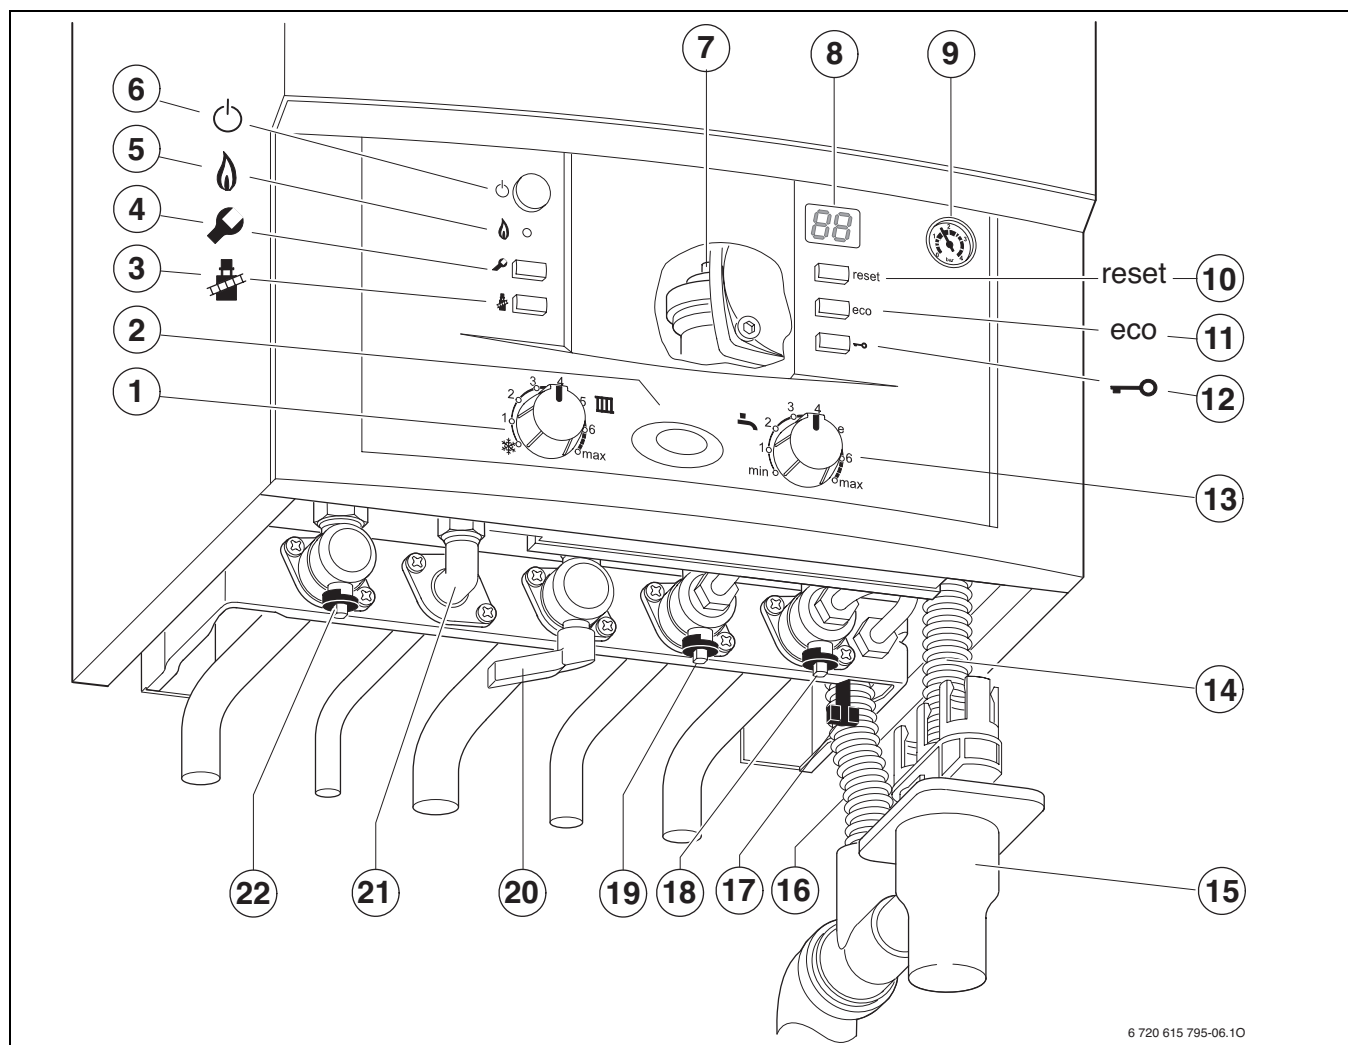

Fig. 30
- ▶ Ouvrir le robinet d'eau froide (19, fig. 30) et ouvrir un robinet d'eau chaude jusqu'à ce que l'eau coule.
- ▶ Ouvrir le robinet de départ du chauffage et le robinet de retour du chauffage (18 et 22, figure 30), remplir l'installation de chauffage à une pression comprise entre 1 et 2 bars et fermer le robinet de remplissage.